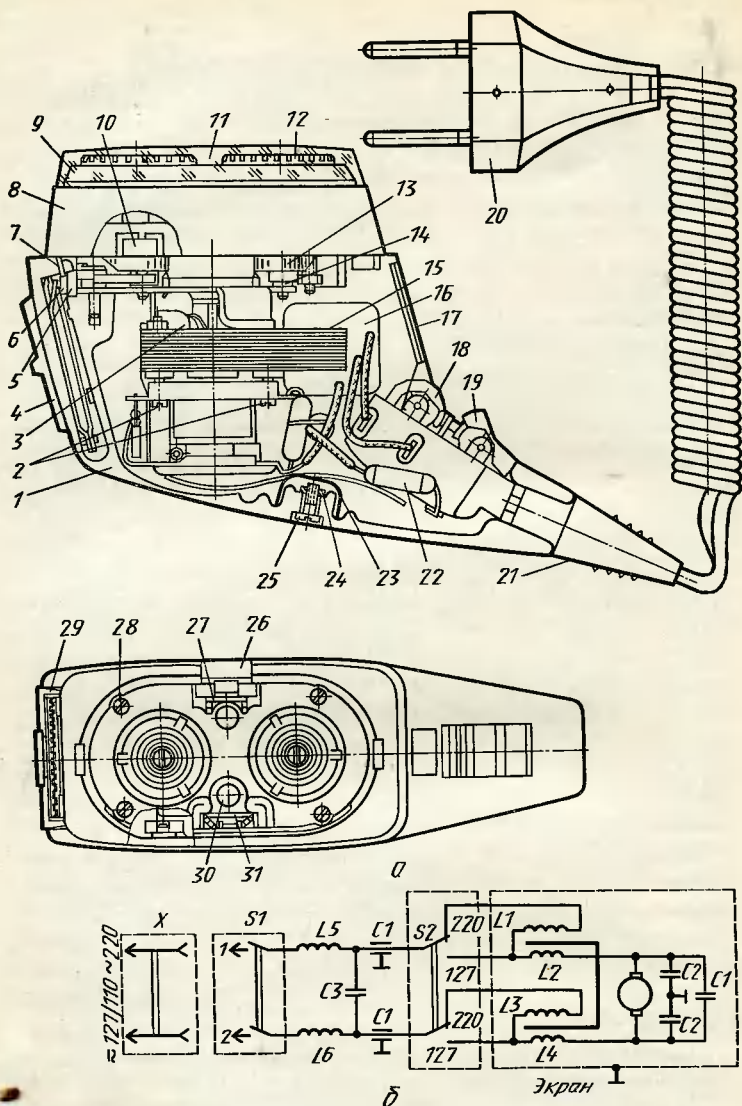

Рис. 13. Электробритва «Агидель»:
**Устройство.** В разъемном пластмассовом корпусе 1 (рис. 13, а) электробритвы установлен коллекторный электродвигатель 15, переключатель напряжения сети 18, который коммутирует обмотки статорных катушек, выключатель 19 бритвы и переключатель 4 выдвижных ножей 29 для стрижки. В верхней части корпуса на основании 8 установлена режущая головка 9 с «плавающими» ножами 12, внутри которых вращаются подвижные ножи. Сверху головка закрыта колпачком 11. Режущая головка откидная. При нажатии на кнопку-фиксатор 26 головка отбрасывается посредством пружины, смонтированной на петле режущей головки. Подвижные ножи приводятся в движение зубчатыми колесами 13, которые снабжены поводками и находятся в постоянном сцеплении с ведущей шестерней, закрепленной на валу якоря двигателя. Ножи для стрижки приводятся в движение через эксцентрик зубчатого колеса 13 и кулису.
В электрическую схему бритвы (рис. 13, б) включены шесть конденсаторов и два ферритовых дросселя, составляющих помехоподавляющие устройства. Для этой же цели в бритве установлен металлический экран. К началам и концам обмоток электродвигателя припаяны выводные провода МШВ с изоляцией разных цветов. Начало первичной обмотки — зеленого цвета, конец первичной и начало вторичной обмоток — синего цвета, конец вторичной обмотки — красного цвета. После намотки катушки обертывают лакотканью или изоляционной лентой.
Прежде всего следует проверить соединительный шнур. Для этого отключить от сети штепсельную вилку 20 (см. рис. 13, а) и вынуть из бритвы колодку 21. Проверить омметром каждый провод в отдельности. Приложить один щуп прибора к штырю штепсельной вилки, а второй — в гнездо колодки 21. При исправном проводе прибор должен показать нулевое сопротивление. В противном случае шнур оборван.
При исправном шнуре проверить выключатель 19. Для этого вскрыть бритву: снять режущую головку 9 для бритья, ножи 29 для стрижки, вынуть пружину, крепящую ножи для стрижки и стягивающую обе половинки корпуса 1. Отвернуть четыре винта внутри основания 8, отвернуть винт 25 крепления скобы 24 и вскрыть корпус. Поставить выключатель 19 в положение «Вкл.» и включить бритву в сеть. В бритве «Агидель» вольтметром переменного тока измерить напряжение в точках соединения дросселя L 5 (см. рис. 13, б) с выводом выключателя и дросселя L 6 со вторым выводом выключателя S1. Прибор должен показать напряжение питающей сети.
Выключатель бритвы можно проверить и омметром. Для этого вынуть колодку 21 (см. рис. 13, а) из бритвы и подключить один щуп омметра к штырьку 1 (см. рис. 13, б), а второй щуп — к месту пайки выключателя S1 с дросселем L5. Поставить выключатель в положе-
Теперь следует проверить статорные катушки *L2* и *L4*. Поставить выключатель 19 (см. рис. 13, а) в положение «Вкл.», а переключатель 18 — на напряжение 127 В. Подключить щупы вольтметра в точки подключения катушек *L2* и *L4* (см. рис. 13, б) к контактам переключателя, обозначенным цифрой 127. Включить бритву в сеть напряжением 127 В. Вольтметр должен показать напряжение питающей сети. Затем один из щупов вольтметра оставить на точке соединения вывода катушки *L4* к переключателю, а второй подключить к точке соединения вывода статорной катушки *L2* к щеткодержателю (конденсатор *C2*). Если статорная катушка не имеет обрыва, прибор покажет то же самое напряжение. После проверки катушки *L2* щуп вольтметра подключить обратно к точке соединения катушки *L2* к переключателю, а второй щуп подключить к точке соединения вывода статорной катушки *L4* к щетко-
Для того чтобы снять негодную статорную катушку, вынуть из основания *8* (см. рис. 13, *а*) две хлорвиниловые заглушки *30* и отвернуть находящиеся под ними винты. Снять основание *8* с электродвигателя *15*. Снять зубчатые колеса *13* и регулировочные шайбы *14*. Приподнять пружины щеткодержателей, отвести их в сторону за усики и вынуть угольные щетки. Отвернуть расположенные по диагонали два винта *2* крепления статора к станине и снять ее вместе с якорем *3*. Отвернуть еще два винта *2* с гайками, расположенными по второй диагонали, и освободить собранную колодку. Отпаять от собранной колодки и снять статор с катушками *16*. Снять вышедшую из строя статорную катушку *16*. Поставить новую или перемотанную катушку, выполнить монтаж по схеме (см. рис. 13, *б*) и собрать двигатель и бритву в обратном порядке.
И наконец, бритва может не работать при обрыве обмотки якоря *3* (см. рис. 13, *а*). Вольтметром проверить напряжение на угольных щетках электродвигателя *15*, слегка нажимая при этом щупами вольтметра на щетки в направлении якоря *3*. Если напряжение на щетках есть, а якорь не вращается, то повреждена обмотка якоря. Для замены или перемотки якоря бритву разобрать в той же последовательности, как описано при разборке двигателя с неисправной статорной катушкой до того места, где написано «...снять ее вместе с якорем». Затем отвернуть винт крепления ведущей
*Бритва от сети напряжением 127 В работает, а от сети напряжением 220 В не работает.* Значит, в одной из катушек — L1 или L3 (см. рис. 13, б) — статора обрыв. Чтобы выяснить, какая из статорных катушек вышла из строя, выключить бритву из сети и щупы омметра подключить к синему и красному выводам одной, а затем и второй катушки. Прибор должен показать сопротивление примерно 550 Ом. Если прибор показывает бесконечно большое сопротивление, — в катушке обрыв.
*Бритва при включении в сеть гудит, но двигатель не вращается.* Проверить конденсатор C1. Выключить колодку 21 (см. рис. 13, а) из бритвы и снять корпус 1. Отпаять один вывод конденсатора от щеткодержателя и подключить щупы омметра: один к щеткодержателю (от которого вывод конденсатора не отпаян), а второй к отпаянному выводу конденсатора. При пробитом конденсаторе прибор показывает сопротивление, близкое к нулю. Такой конденсатор нужно выпаять из схемы и припаять новый.
И наконец, двигатель может не вращаться, если сломано зубчатое колесо 13 (см. рис. 13, а). Для замены зубчатого колеса снять режущую головку 9 для бритвы, снять ножи 29 для стрижки и вынуть пружину, стягивающую обе половинки корпуса 1 и крепящую ножи для стрижки. Отвернуть четыре винта внутри основания 8. Отвернуть винт 25 крепления скобы 24, вынуть шильдик 17 и вскрыть корпус бритвы. Вынуть из основания 8 две хлорвиниловые заглушки 30 и отвернуть находящиеся под ними винты. Снять основание 8 с электродвигателя 15. Заменить сломанное зубчатое колесо и собрать бритву в обратном порядке.